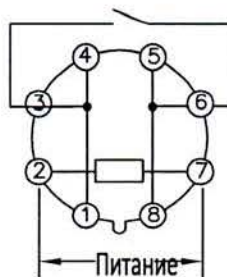

Рис. 8 Подключение KG10M
6.2.2 Подключение реле KG10M: смотрите на Рис. 8.